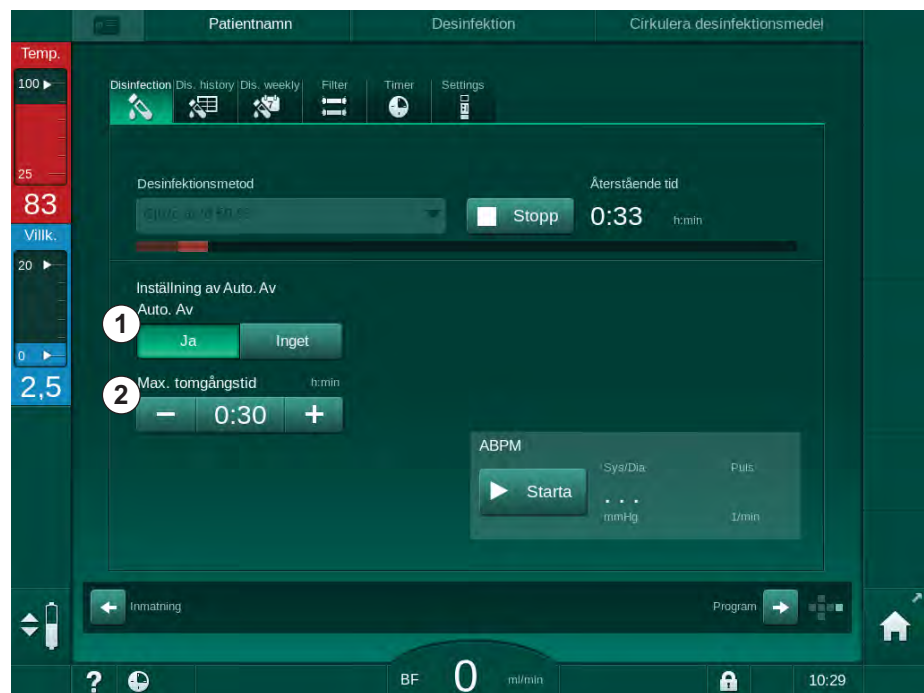

Bild 7-15 Pågående desinfektion - *Automatisk avstängning* aktiverad
När man har valt desinfektionsskärm visas förinställningen för *Auto Av (Ja eller Inget* samt maximal tomgångstid om *Ja*) anges. Inställningen för funktionen kan ändras när som helst före eller efter det att desinfektionen har startats genom att man trycker på *Auto Av, Ja* eller *Inget* (Bild 7-15 , ①).